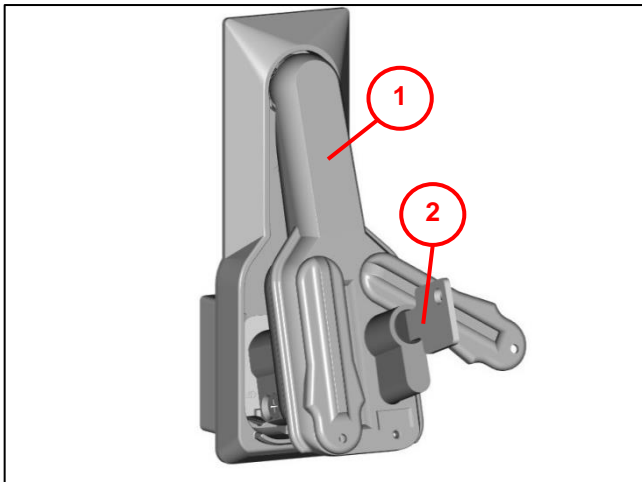

Abb. 31
- Bei geöffnetem Schloss, die Transportsicherung (1) nach hinten herausziehen.
- Schraube M5x20mm (2) entnehmen. Beachten: beim Einfachschwenkhebel Fabrikat EMKA ist die mitgelieferte Befestigungsschraube M5x20mm wieder zu verwenden.
- Weiter bei Abb. 31.